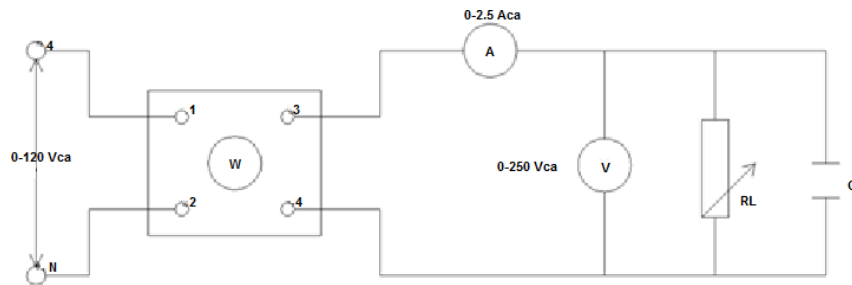

Figura 6
12. Repita el procedimiento 9 utilizando los módulos de resistencia y capacitancia conectados en paralelo, como se indica en la figura 6. Conecte todas las secciones en paralelo y cierre todos los interruptores.